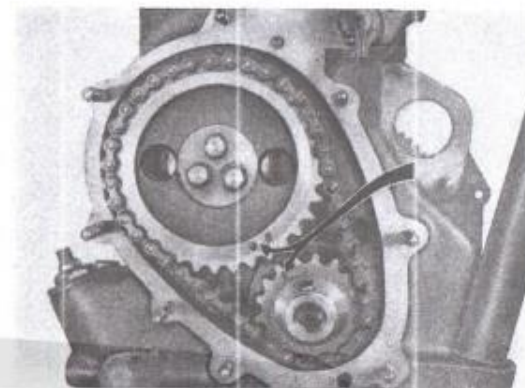

Fig. 48.
e) Verificare che i segni «O» incisi sull'ingranaggio della distribuzione e sul pignone dell'albero manovella coincidano, ed applicare quindi la catena (fig. 48).